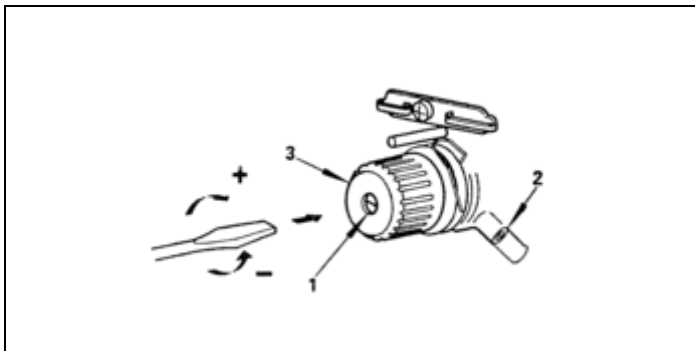

Fig. 19
14. REGULAGEM DA MOLLA DO TENSOR DE LINHA (Fig. 19)
Usando uma chave de fenda (fig. 19) regule a tensão da mola girando o parafuso (1) conforme necessário: